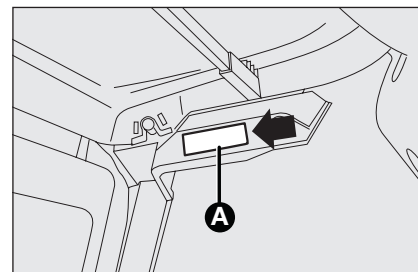

fig. 28
- ☐ en utilisant le tournevis fourni, enlevez le plafonnier **A-fig. 28** en agissant à l'endroit spécifié.